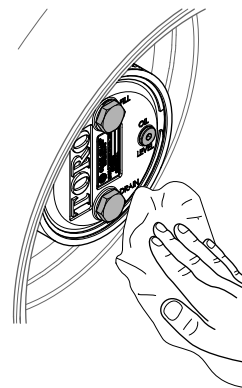

図 64
3. プラネタリハウジングとブレーキハウジングをきれいに拭く図 64。